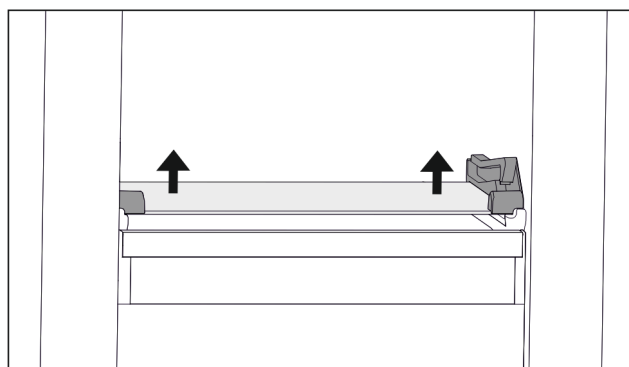

Fig. 107 Allakallutatava sahtli klaasplaat
- ▶ Suruge klaasplaati mõlemal küljel altpoolt ülespoole. (vt. Fig. 107)